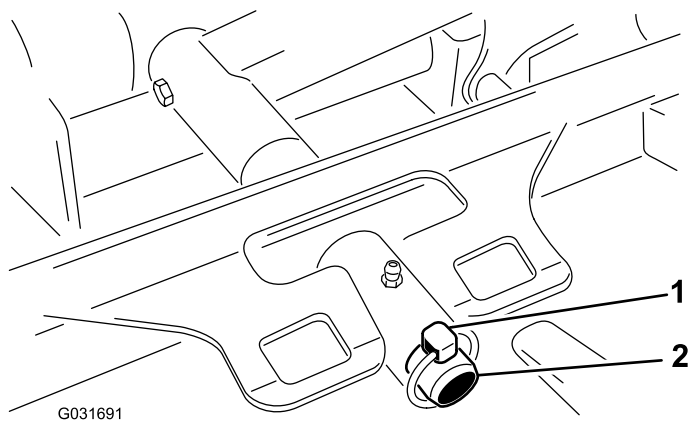

Figure 91
3. Retirez la goupille à anneau qui fixe le bâti porteur du plateau à l'axe de pivot du bras de levage (Figure 91).
3. Poussez le bâti porteur du plateau de coupe sur la tige de pivot et fixez-le avec la goupille à anneau (Figure 91).